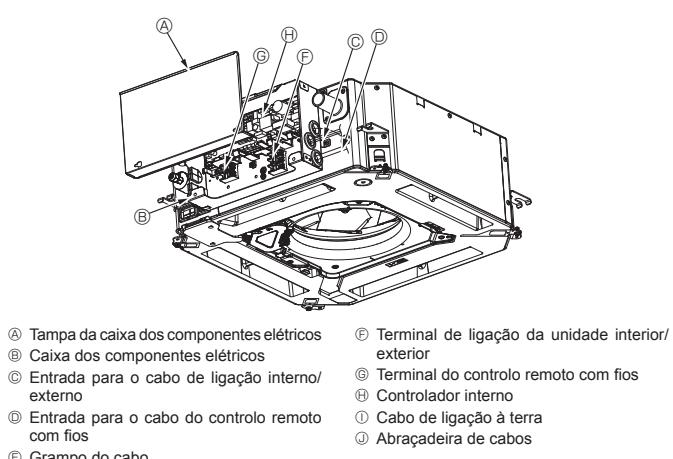
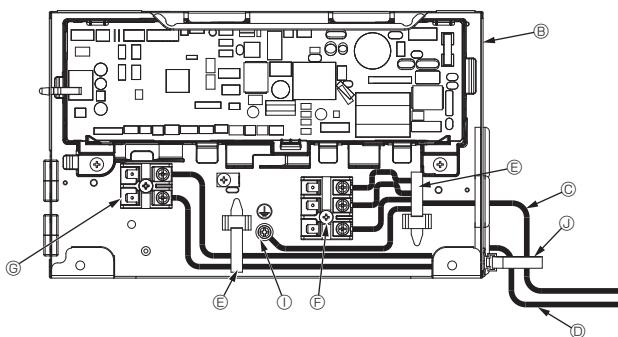

Fig. 7-3
Fig. 7-4
7.2. Unidade interior (Fig. 7-3) (Fig. 7-4) (Fig. 7-5)